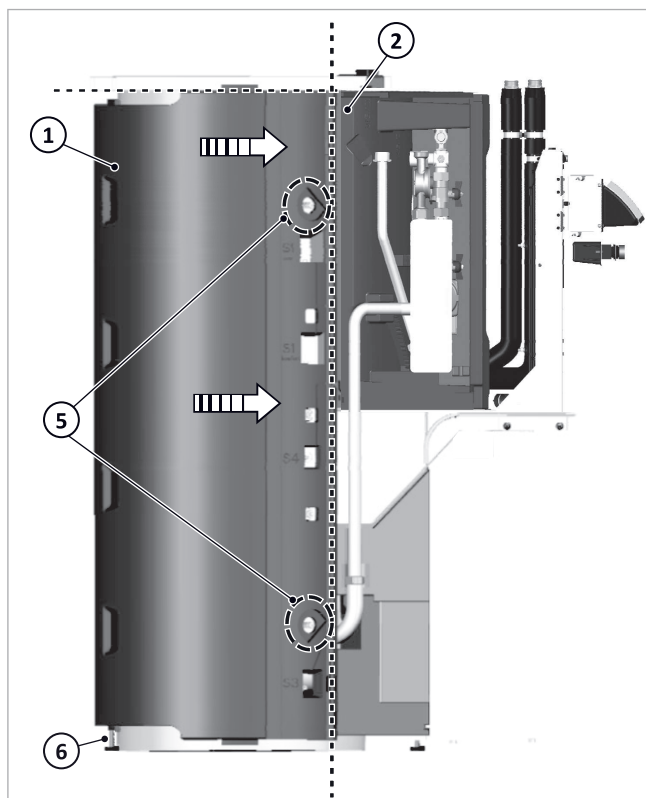

Fig. 15 : installation de l'isolation arrière de l'accumulateur
3. Utilisez une rondelle coudée (3) et une vis (4) pour fixer l'isolation de l'accumulateur en haut et en bas de l'accumulateur → fig. 15 (5).
- terminaison droite en haut de l'isolation arrière de l'accumulateur → fig. 15 (1) avec l'isolation de la station (2)
- affleurant dans les angles droits avec l'isolation de la station → fig. 15 (2) et l'isolation de la bride.
- 6. Faites sortir le pied → fig. 15(6) jusqu'au sol.